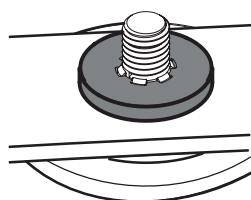

Fig. 45
- Con cuidado coloque la arandela plana en el eje del husillo. Asegúrese de que las ranuras en la base de las roscas del eje de husillo se alinean con las ranuras de la arandela (Fig. 45).